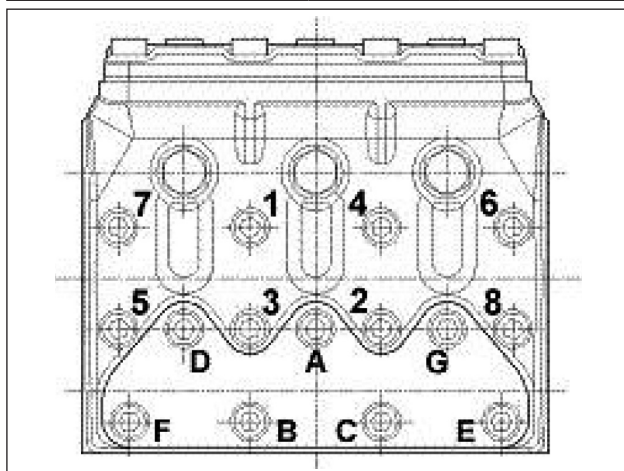

Рис. 24
- ** Винты крепления торца нужно затягивать динамометрическим ключом в порядке, указанном на Рис. 24, смазав подголовок.
- *** Винты крепления крышек клапанов нужно затягивать динамометрическим ключом в порядке, указанном на Рис. 24, смазав подголовок.